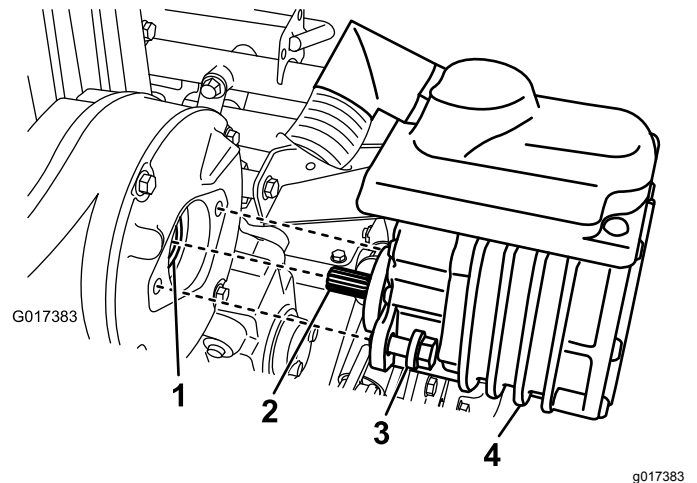

Figure 38
2. Retirez les 2 boulons qui fixent le moteur au carter de transmission (Figure 38).
4. Avec une pompe à graisse, injectez un ou deux jets de graisse dans l'accouplement femelle du carter de transmission (Figure 38).